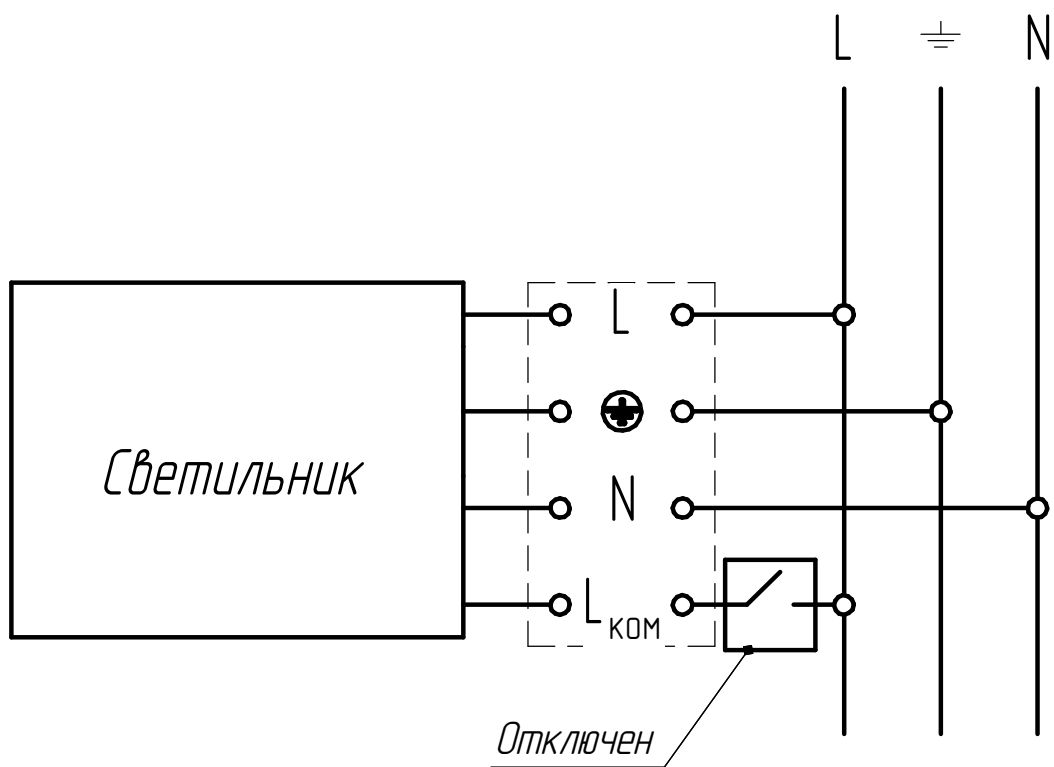

Рисунок 3 - Схема подключения светильника серии ДСП47 с БАП для зарядки АКБ
9.3 Срок службы аккумулятора БАП составляет 1 год. Гарантийный срок на аккумуляторные батареи блоков аварийного питания составляет 1 год с даты поставки, при условии соблюдения условий эксплуатации, но не более 12 месяцев от даты производства. Допускается хранение светильника с БАП и неподключенным питанием к сети 220В не более 6 месяцев. Если срок хранения превысил 6 месяцев, то следует БАП запитать от сети 220В и произвести зарядку АКБ (рисунок 3, приложение А). После окончания срока службы аккумулятор должен быть заменен на аналогичный.